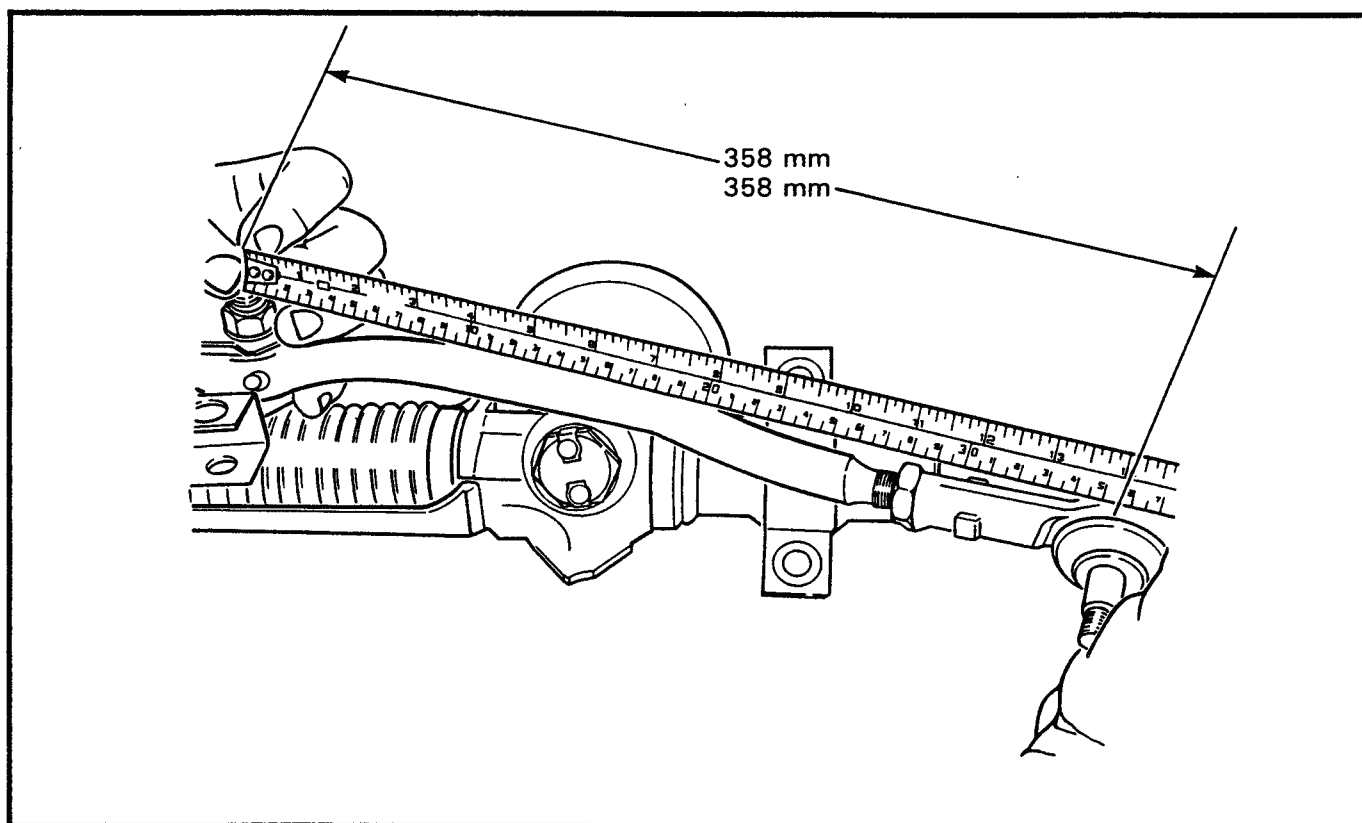

Figure 4-1-7 Measurement of Left Front Tie-Rod
- h. Measure the length of the left tie-rod from the centre of the tie-rod end to the centre of retaining bolt. The tie-rod should be 358 mm (14 7/64 in) long, see Figure 4-1-7. Adjust the length of the tie-rod, if necessary.
- h. Mesurer la longueur de la barre d'accouplement de gauche à partir du centre de l'embout jusqu'au centre du boulon de fixation. La barre d'accouplement devrait mesurer 358 mm (14 7/64 po), voir figure 4-1-7. Ajuster la longueur de la barre d'accouplement si requis.